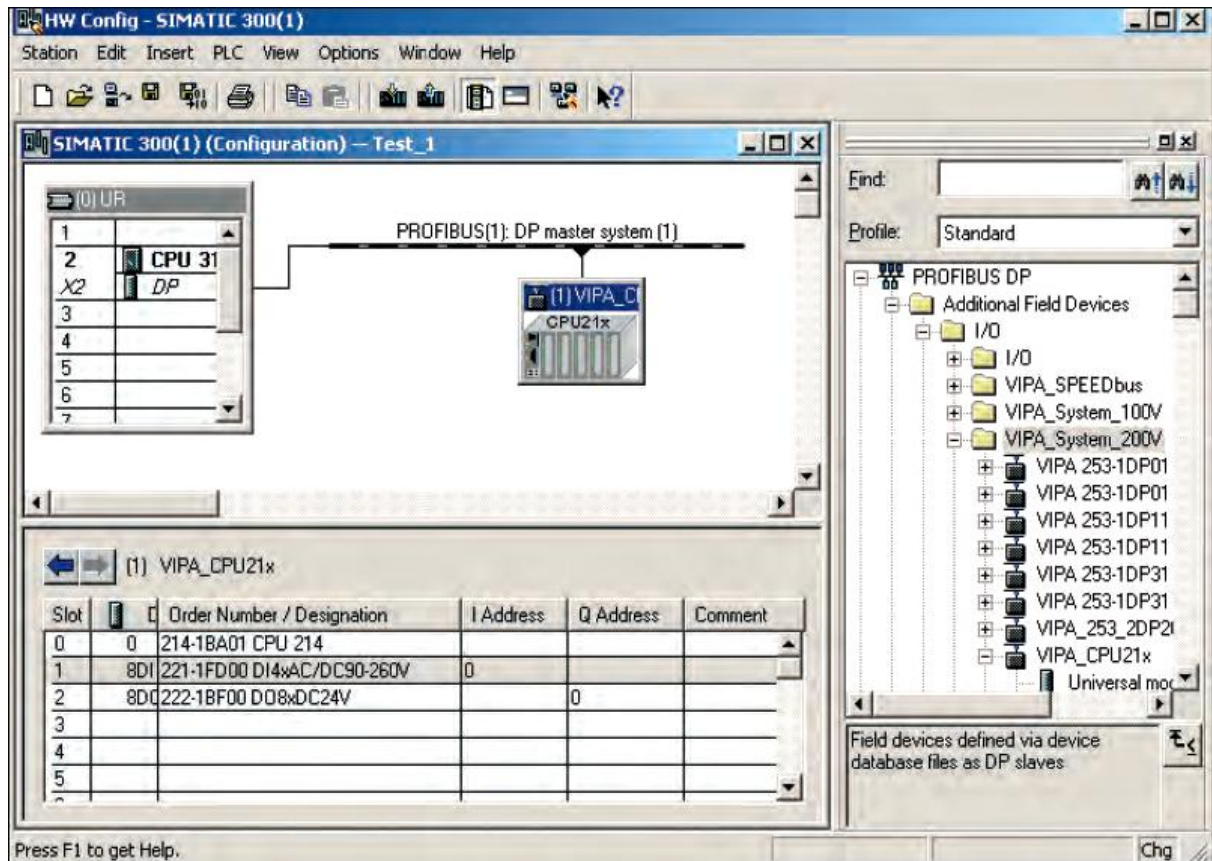

Рис. 1. Додання модуля VIPA в апаратному конфігураторі Hardware Configurator
5. Відкрийте папку **PROFIBUS\_DP** в бібліотеці **Hardware Catalog**, перейдіть в підпапку **Additional Field Devices** → **I/O** → **VIPA** (рис. 1). Виберіть в списку доступних об'єктів необхідний, наприклад **VIPA\_CPU21x** для роботи з ПЛК серії 200V, і перемістіть його мишею до лінії мережі PROFIBUS. В діалоговому вікні **Properties PROFIBUS interface**, що з'явилося, виберіть адресу **DP address**, рівну 1, і натисніть **OK**. Тепер віртуальний ведений DP\_модуль з'єднаний з PROFIBUS.
6. Клацніть мишею на доданому об'єкті **VIPA\_CPU21x**, в нижній частині екрану з'явиться таблиця. Виберіть слот 0, після чого перейдіть в бібліотеку **Hardware Catalog** і знайдіть в списку необхідний модуль ПЛК, наприклад **214\_1BA01CPU214**. Після двох кліків миші він додасться в слот 0 (рис.1). Аналогічно вносяться і додаткові модулі розширення, що використовуються в системі.